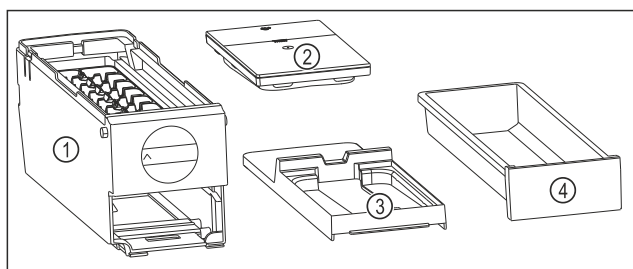

Fig. 78 Súčasti EasyTwist-Ice
- ▷ EasyTwist-Ice je rozložený na štyri časti. (pozri Fig. 78)
- ▶ Rozložte EasyTwist-Ice len na tie súčasti, ktoré sú na obrázku. (pozri Fig. 78)
- ▶ Korpus EasyTwist-Ice Fig. 78 (1) vyčistite ako celok.